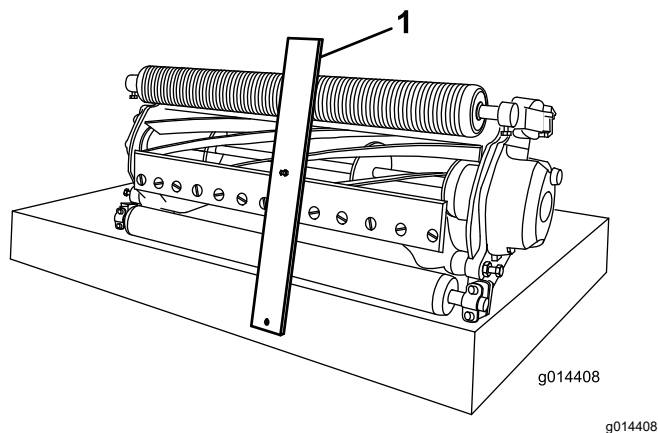

図 11
2. 刈高ゲージのボルトの頭を下刃の先端に引っ掛け、バーの後端を後ローラに当てがう 図 11。